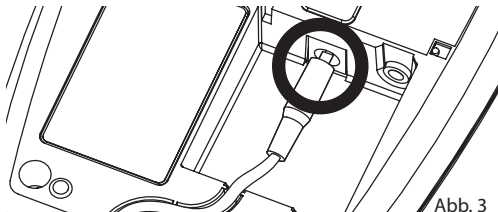

Abb. 3
2. Stecken Sie das Stromkabel in das Blitzlicht. Legen Sie den Draht in die Drahtführung (Abb. 3).